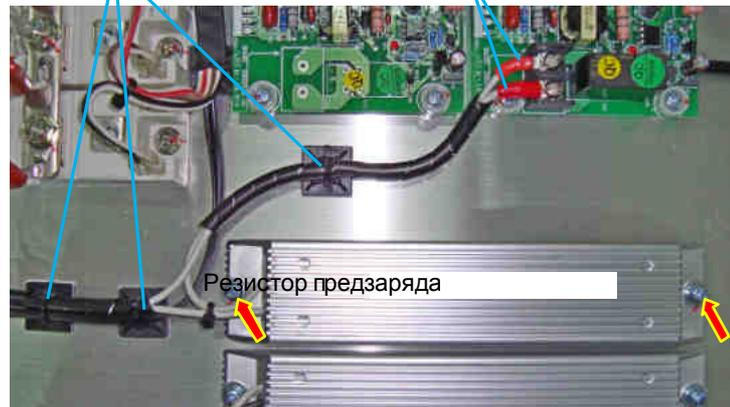
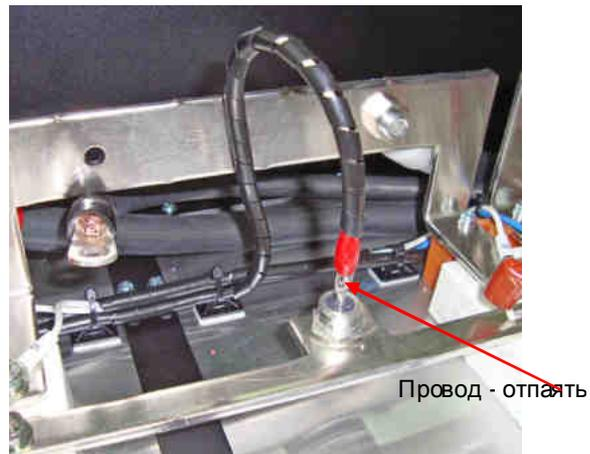

Рис. 6.27.
Рис. 6.28.
6.16.1. Выкрутить 2 винта крепления резистора предзаряда (красные стрелки), разрезать стяжки крепления (рис. 6.27). Отсоединить провода от клеммника ТВ1 платы управления тиристорами (рис. 6.25). Отпаять провод от катода диода предзаряда (рис. 6.28). Положить резистор предзаряда с проводами и винты в тару.